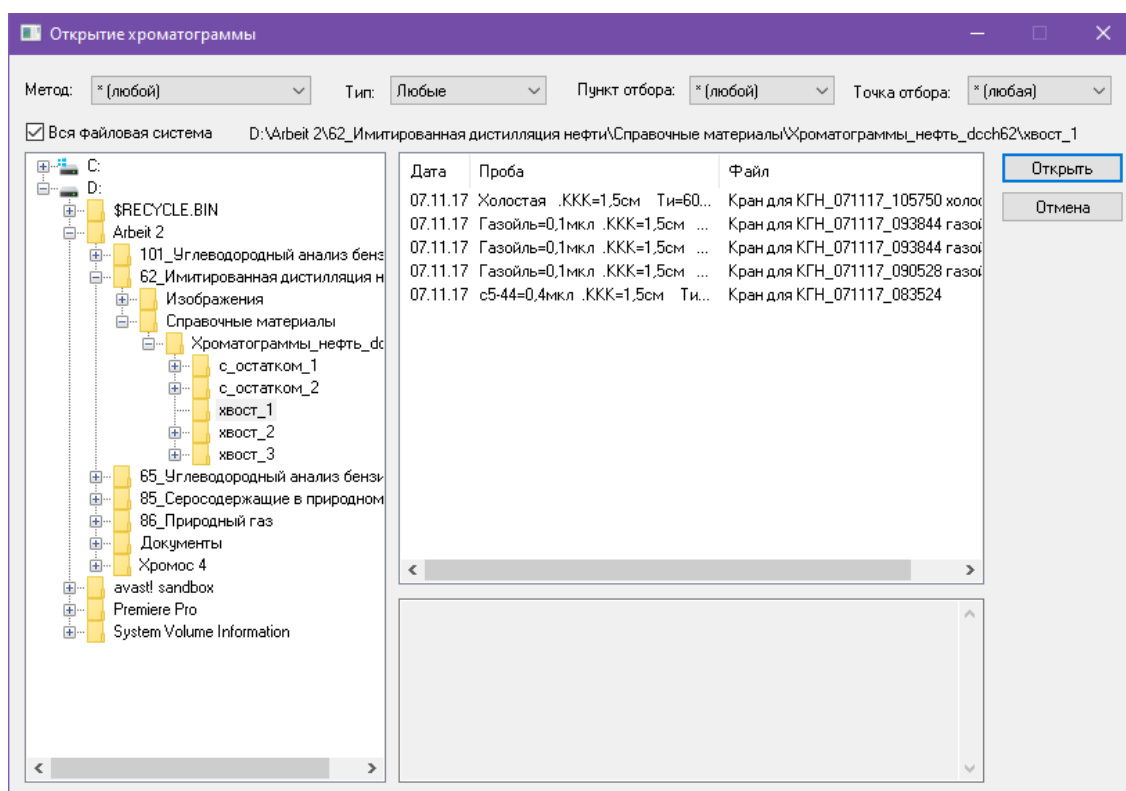

Рис. 3. Окно «Открытие хроматограммы»
- Нажмите **Добавить**. Откроется окно *Открытие хроматограммы* (Рис. 3).